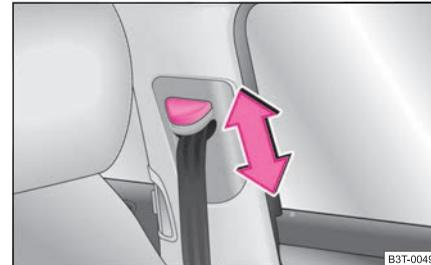

Abb. 152 Vordersitz: Gurthöheneinstellung
- Schieben Sie den Umlenkbeschlag in die gewünschte Richtung nach oben oder unten ⇒ Abb. 152.